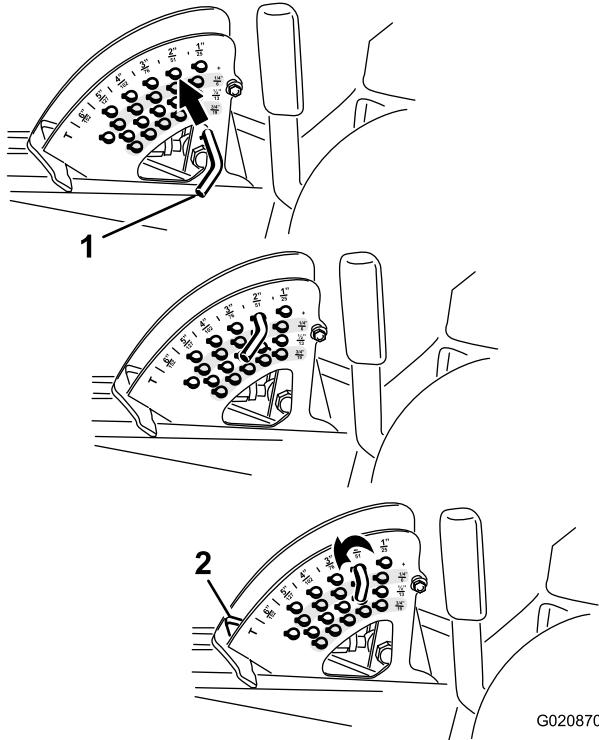

Bild 20
Hinweis: Wenn Sie das Mähwerk in der angehobenen Stellung arretieren möchten, heben Sie das Mähwerk über die 15-cm-Stellung an, nehmen Sie den Schnitthöhenanschlagstift ab und setzen Sie den Stift in die 15-cm-Schnitthöhenstellung ein (Bild 20).
2. Drehen Sie zum Einstellen den Anschlagsstift so lange, bis die Linien am Spannstift mit den Schlitten in den Löchern in der Schnitthöhenhalterung ausgerichtet sind. Nehmen Sie ihn dann ab (Bild 20).
3. Wählen Sie ein Loch in der Schnitthöhenhalterung, das der gewünschten Schnitthöhe entspricht, stecken Sie den Stift ein und drehen Sie ihn ein, um ihn zu arretieren (Bild 20).
Hinweis: Es gibt vier Reihen der Lochpositionen (Bild 20). Die oberste Reihe ergibt die Schnitthöhe, die über dem Stift steht. Die zweite Reihe ergibt die Schnitthöhe plus 6 mm. Die dritte Reihe ergibt die Schnitthöhe plus 12 mm. Die unterste Reihe ergibt die Schnitthöhe plus 18 mm. Für die Stellung von 15,2 cm gibt es nur ein Loch, das in der zweiten Reihe ist. Mit diesem Loch werden nicht 6 mm den 15,2 cm hinzugefügt.